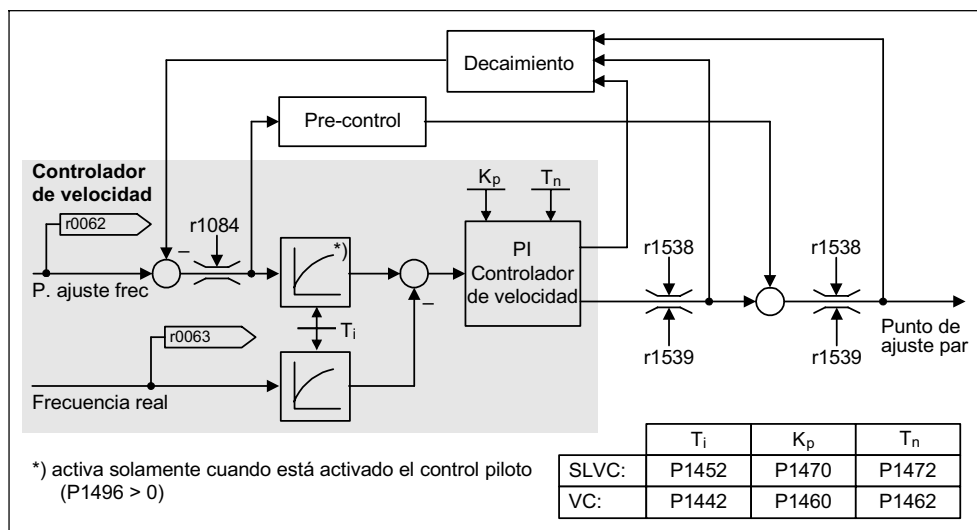

Figura 3-80 Regulador de velocidad
El regulador de velocidad (véase Figura 3-80) recibe su consigna r0062 del canal de consignas (véase sección 3.12). El valor real r0063 lo recibe directamente del sensor de velocidad (VC) o indirectamente vía modelo de motor (SLVC). La desviación de regulación aumenta a través del regulador PI y forma, junto al precontrol, la consigna de par.